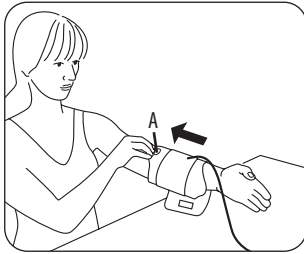

Fig. 1
- A pressão arterial tem de ser medida num braço despido. Se a braçadeira estiver totalmente aberta, insira a extremidade da braçadeira no fecho de estribo para formar um laço. Neste caso, o fecho de velcro tem de ficar do lado exterior. Segure na braçadeira pela pega da braçadeira A (ver Fig. 1) e puxe-a para cima, por cima do seu braço.